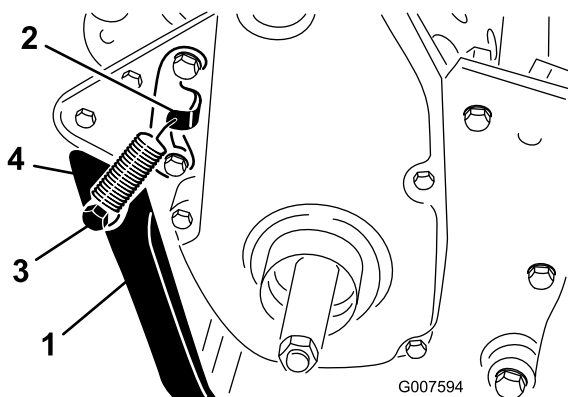

Figura 6
2. Agganciate la molla nel foro della staffa a molla e nel prigioniero a molla, allineando contemporaneamente il cavalletto con i fori di montaggio dell'intelaiatura posteriore (Figura 6).
3. Montate il cavalletto su ogni lato del telaio utilizzando il bullone, la rondella di sicurezza, il distanziale, la rondella di spinta e il dado di bloccaggio (Figura 6). Posizionate il distanziale nel foro di montaggio del cavalletto.